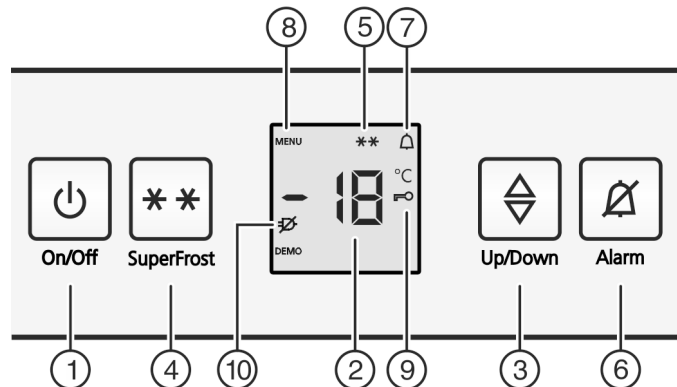

Fig. 2
- ▶ Appuyez sur la touche marche/arrêt *Fig. 2 (1)*.
- ▶ Activer le mode de réglage : appuyer sur la touche SuperFrost *Fig. 2 (4)* pendant env. 5 secondes.
- ▶ Le symbole Menu *Fig. 2 (8)* apparaît dans l'affichage.
- ▶ Confirmez en appuyant brièvement sur la touche SuperFrost *Fig. 2 (4)*.
- ▶ Le symbole Sécurité enfants Fig. 2 (9) s'allume dans l'affichage.
- ▶ Appuyer brièvement sur la touche On/Off Fig. 2 (1).
- ▶ Activer le mode de réglage : appuyer sur la touche SuperFrost Fig. 2 (4) pendant env. 5 secondes.
- ▶ Le symbole Menu Fig. 2 (8) apparaît dans l'affichage.
- ▶ Confirmez en appuyant brièvement sur la touche SuperFrost Fig. 2 (4).